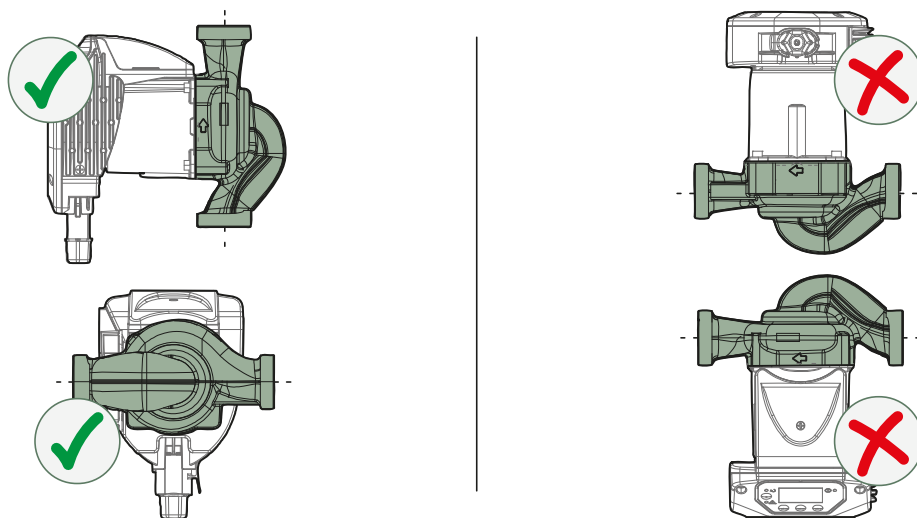

Figura 4
- Montați mereu circulatorul cu axul motorului în poziție orizontală, așa cum se vede în Figura 4